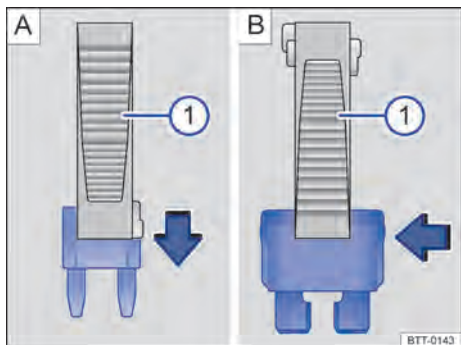

Fig. 148 Quitar o instalar un fusible con la garra de la pinza de plástico ⓘ.
- De ser necesario, retirar la pinza de plástico → fig. 148 ⓘ de la cubierta de la caja de fusibles.
- En caso de *fusibles pequeños*, encajar la garra ⓘ por encima → fig. 148 A.
- En caso de *fusibles mayores*, empujar la garra ⓘ lateralmente sobre el fusible → fig. 148 B.